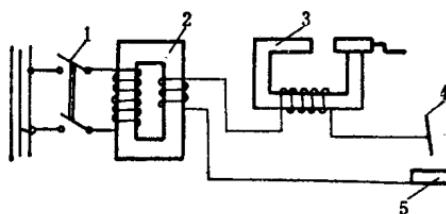

图 1-4 电抗式交流弧焊机构造
(2) 电抗式交流弧焊机 它是由一台降压变压器和一个独立电抗器组成的。其结构见图1-4。